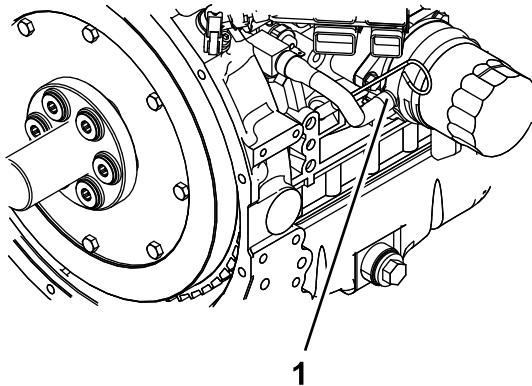

Figura 53
6. Retire la manguera de refrigerante del enfriador de aceite y vacíe el refrigerante del bloque motor (Figura 53).